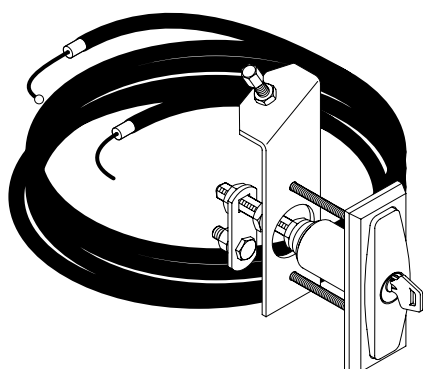

Fig. 24
- APT** Acessórios extensões e braçadeiras para montagem distanciada ou rente ao tecto (fig.24).